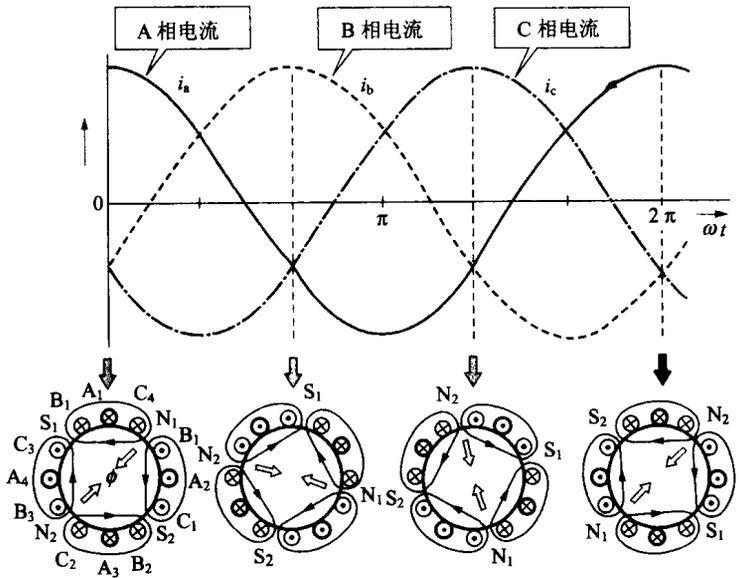

图 2 4极旋转磁场的产生
① 在定子铁芯上缠绕线圈，若给线圈通以交流电，可产生 N 极与 S 极交替变化的交变磁场。若设法缠绕线圈使其形状与交变磁场的产生时间相一致，则可产生环绕定子铁芯的旋转磁场。图 2 给出了三相交流电内产生 4 极旋转磁场的示意图。
② 环绕定子铁芯的磁场的磁力线，通过空隙流入转子铁芯并被转子导体横切。这时在转子导体内将产生感应电动势且有感应电流流动。
③ 转子铁芯一旦有电流流动，这个电流就要受到旋转磁场的作用，转子开始旋转。
④ 定子铁芯的旋转磁场带动转子持续转动。以上过程应用的是阿拉哥盘原理。
⑤ 若在转子上加机械负载，就要增加转子电流，产生电磁感应的定子线圈的电流也要增加。